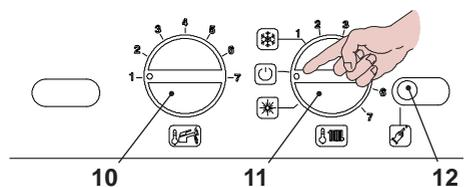

Fig. 5.43
- Per uscire dalla programmazione posizionare il selettore di funzione / manopola regolazione temperatura riscaldamento 11 come indicato in Fig. 5.43.